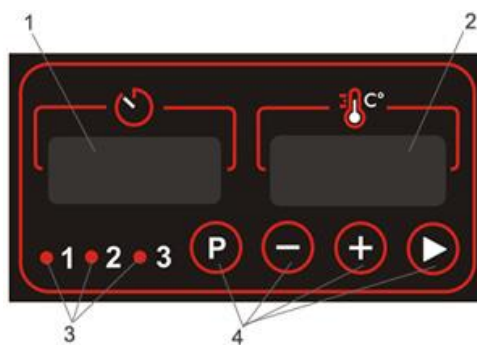

Рис. 3. Панель управления устройством
- На панели управления ванны (рис.3) начнет моргать дисплей температуры 2 (рис.3), показывая ранее установленное значение. Если установленное значение менять не нужно, то коротко нажмите кнопку ►, переведя тем самым фритюрницу в режим нагрева.
- Для перехода в рабочий режим нагрева коротко нажмите кнопку ►. В рабочем режиме на дисплее 2 (рис.3) происходит поочередное отображение **установленной** температуры в формате «**t.xxx**» и **текущей** температуры нагрева в формате «**xxx**».
- Нажмите и удерживайте кнопку ► – дисплей таймера 1 (рис.3) начнет моргать. Пока дисплей моргает, установите необходимое время с помощью кнопок «+» и «-».